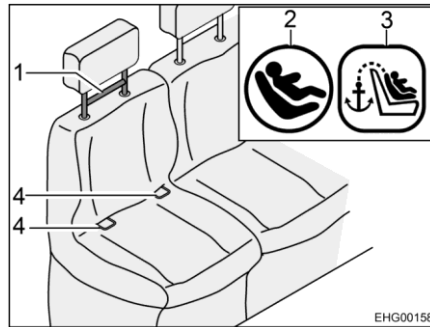
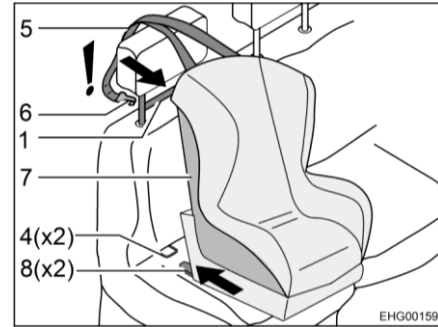

Fig. 20 Sedile con Isofix
Fig. 21 Fissaggio con Isofix
I sedili idonei per Isofix sono dotati del simbolo Isofix (Fig. 20,2). La posizione del Top Tether è contrassegnata da un simbolo (Fig. 20,3).
- Innestare i braccetti di ritenuta (Fig. 21,8) nella staffa di supporto (Fig. 20,4). Al momento dell'innesto dovrebbe essere possibile sentire un "clic".
- Scuotere con decisione il seggiolino per bambini (Fig. 21,7) per verificare che sia ben fissato.
- Portare la cintura Top Tether (Fig. 21,5) sul poggiatesta del sedile.
- Agganciare i ganci di fissaggio (Fig. 21,6) al Top Tether (Fig. 20,1).